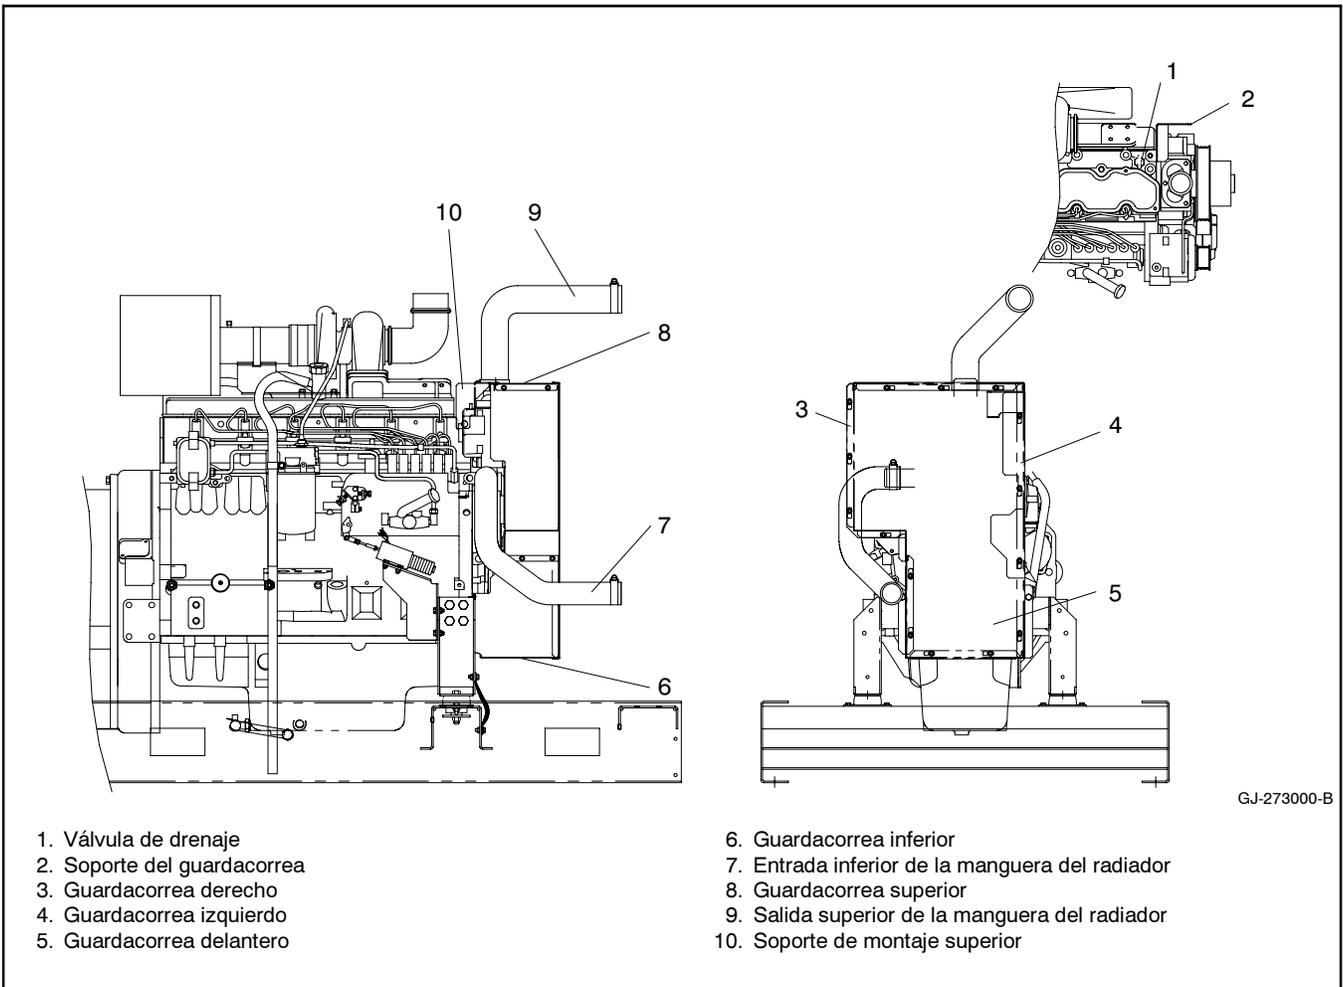

Figura 4-11 Juego de instalación del radiador remoto típico
- Use un juego de instalación para radiador remoto a fin de facilitar la instalación. Consulte la Figura 4-11.